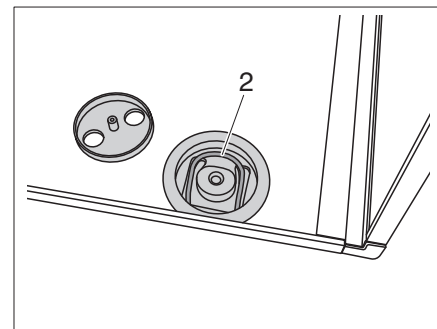

Figure 27 Rabattre l'étrier vers le haut
- Rabattre l'étrier (Figure 27, 2) vers le haut.